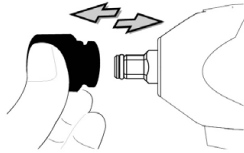

Abb. 4
1. Um den Sockel zu installieren, drücken Sie den Sockel weitestmöglich in das Drehfutter. (Siehe Abb. 4).